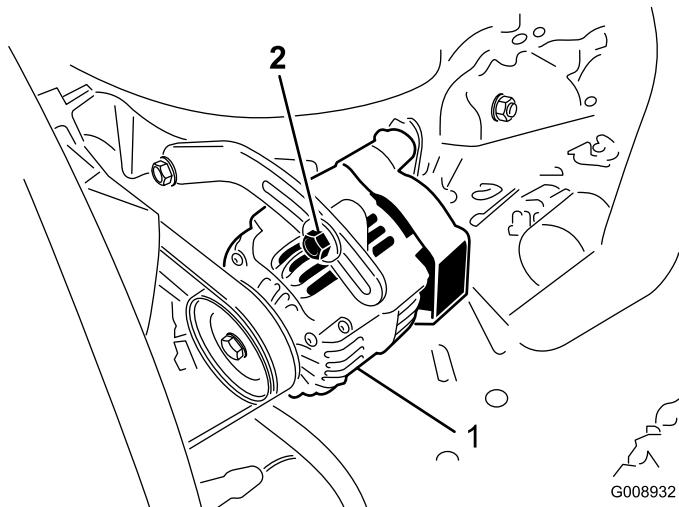

Figure 53
Vérifiez l'état et la tension des courroies (Figure 53) toutes les 100 heures de fonctionnement.
2. Si tel n'est pas le cas, desserrez les boulons de montage de l'alternateur (Figure 53). Augmentez ou diminuez la tension de la courroie et resserrez les boulons. Contrôlez de nouveau la flèche de la courroie pour vérifier si la tension est correcte.